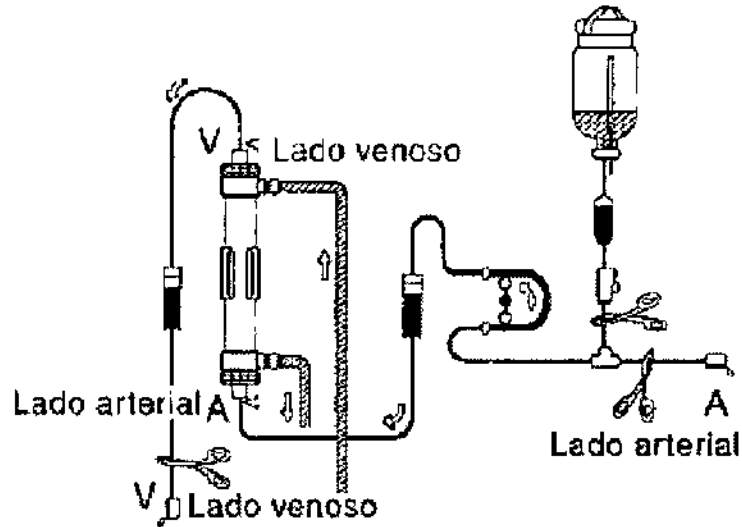

Figura 3.4.4: Conexión completa del sistema
- Detener la bomba de sangre; girar el dializador a 180 grados. Colocar los conectores del dializado en el dializador (la entrada de dializado en el lado de la sangre venosa y la salida de dializado en el lado de la sangre arterial) (figura 3.4.4). Comprobar la desgasificación de la parte de dializado del dializador. Hacer circular dializado a un flujo de unos 500 [ml/min].